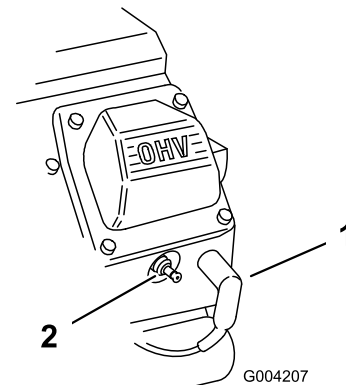

Figure 23
- Débranchez les bougies (Figure 23).
- Rebranchez les bougies (Figure 23).